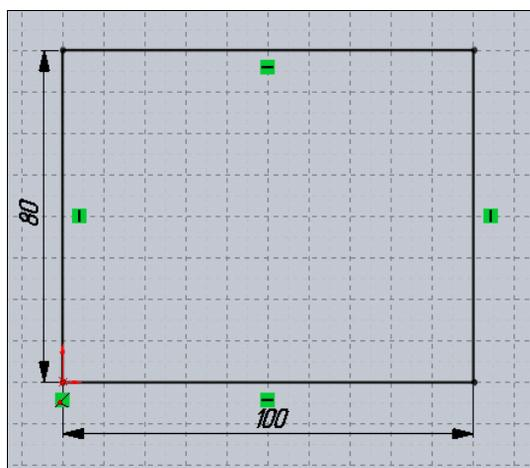

Рис. 5.42
1. Откройте новую деталь в режиме рисования эскизов и постройте эскиз, показанный на рис. 5.42.